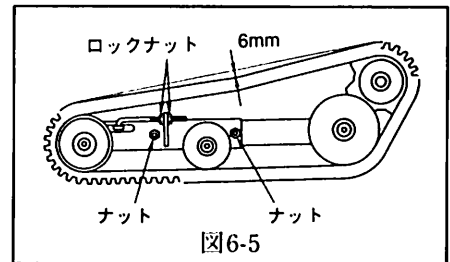

図6-5
クローラの張りは、中央部においてタワミ量が6mmを標準とします。(図6-5参照) 調整の必要がある場合には、次の手順に従ってください。
- ① アイドラフレームのナットと、テンションロッドのロックナットを緩めます。(図6-5参照)
- ② テンションロッドのナットによりクローラの張りを調整してください。
- ③ 規定の張りが調整できたら、イドラフレームのナットとテンションロッドのロックナットを固く締めてください。